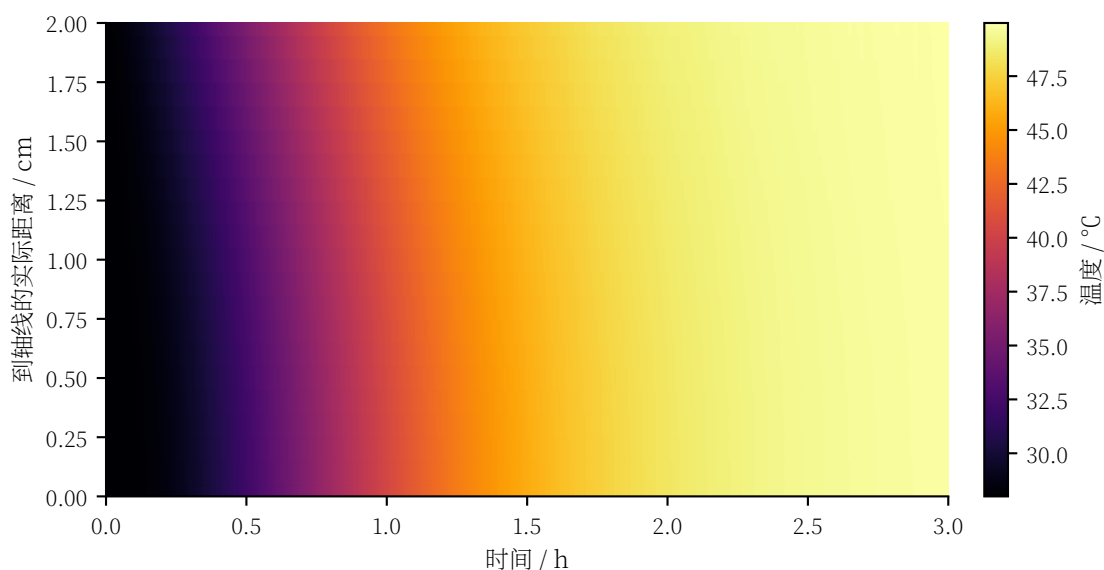

图 7 问题二前三小时的径向温度场
0.5 h 时表面温度为 35.4130°C ，中心温度为 32.1892°C ，径向温差为 3.2238°C 。到 3 h，对应温度升至 49.9664°C 和 49.8495°C ，温差缩小到 0.1169°C 。图 7 表明高温区由表面向轴线推进，后段径向温度趋于均匀。